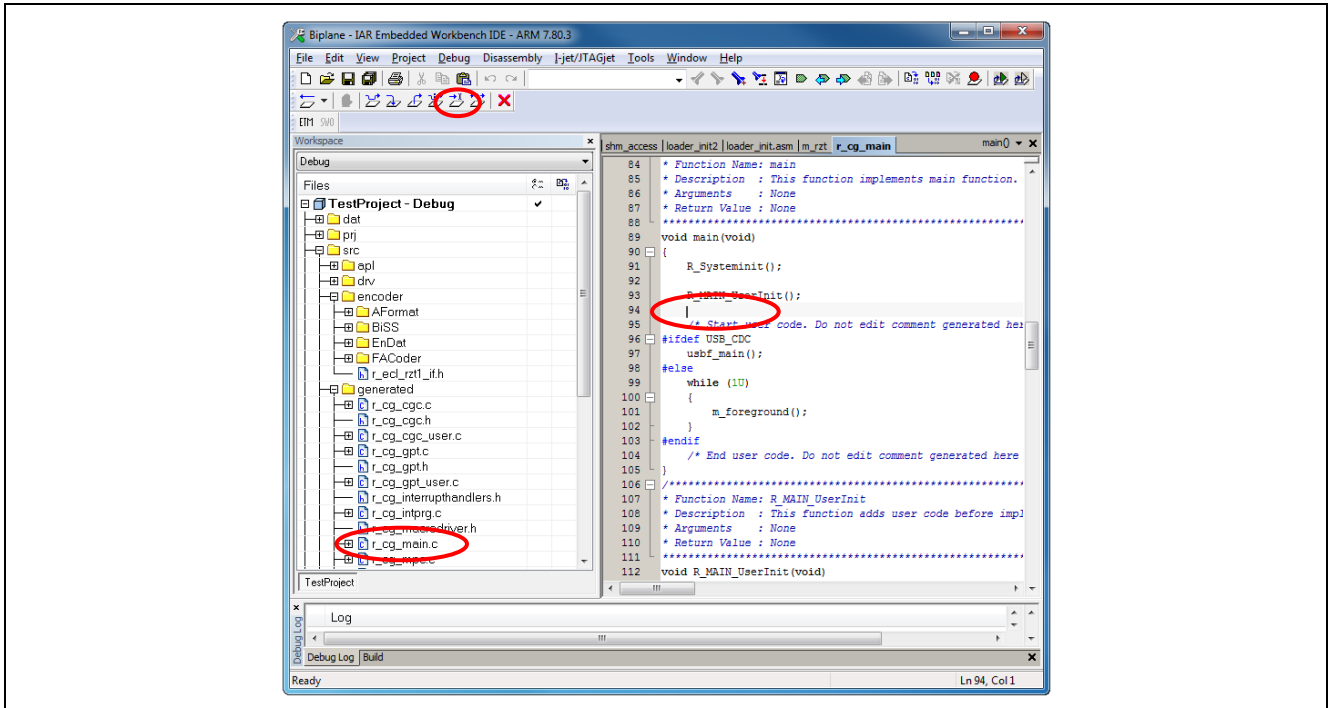

図 3.21 Cortex-R4 側 EWARM でのブレークポイント設定
- (b) 次に、`r_cg_main.c` において、`R_MAIN_UserInit()`の後ろにカーソルを合わせ、「Run the Cursor」ボタンをクリックし、カーソル位置までコードを実行します (図 3.21)。